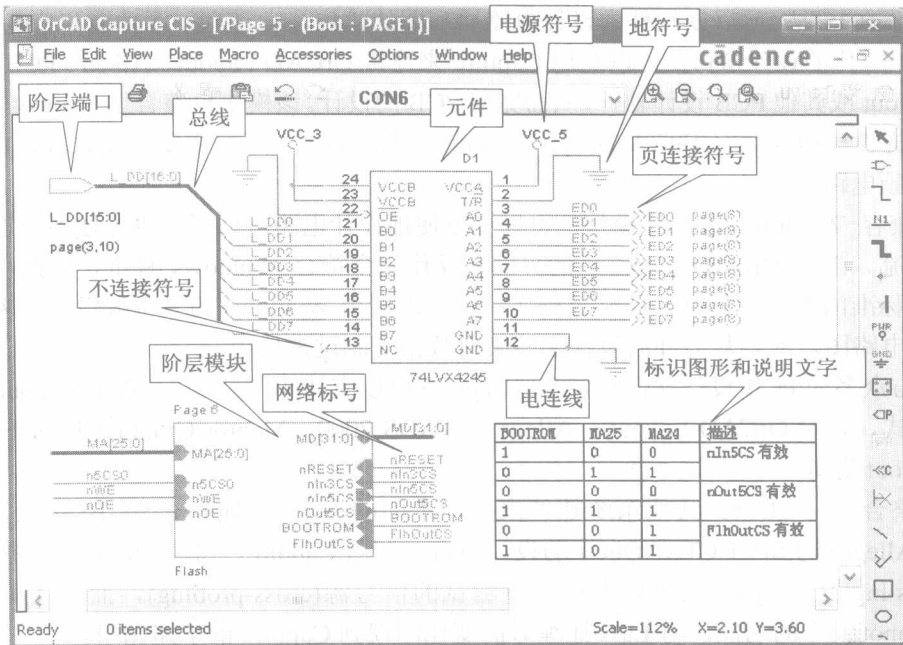

图 1-2 电路原理图的基本组成要素
在图 1-2 中,有一个元件 74LVX4245WM,它的编号是 D22; ED0~ED7 都是网络标号;有一个阶层模块 Page 6,它对应项目管理窗口文件夹 Flash 中所有的原理图;右下角的表格是以图像的形式放置在电路图上的,属于标识图形,没有任何电气性能;有 3 根总线,它们分别是 L\_DD[15:0]、MA[25:0]、MD[31:0]; >>ED0 page(8) 是页连接符号,page(3,10) L\_DD[15:0] □> 是阶层端口。